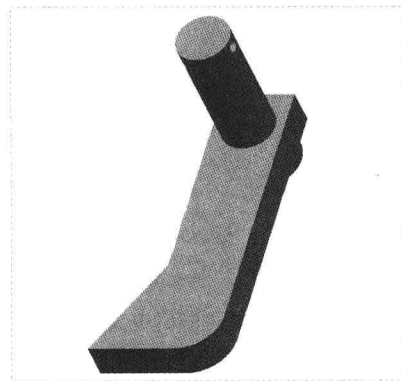

图 11-72 连接装配元件
Step 06 单击“应用并保存在特征工具中所做的所有更改，然后关闭工具操控板”按钮 , 即可连接装配元件，如图 11-72 所示。